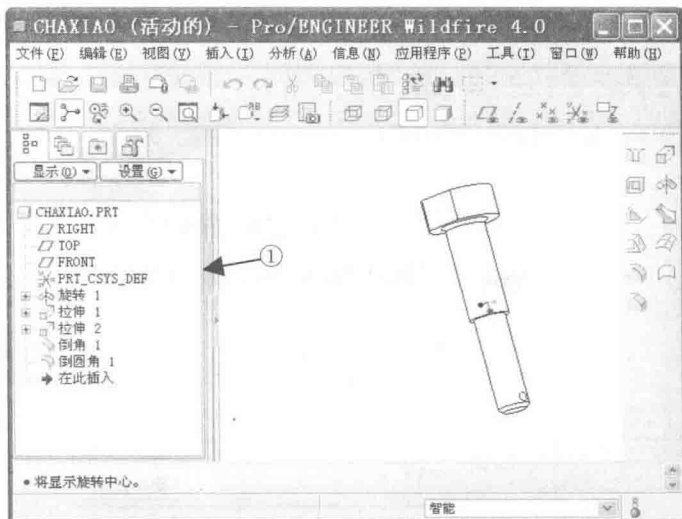

图 1.8 隐藏浏览器窗口
如图 1.8 所示，①单击浏览器窗口上的“门把手”，即可将该窗口隐藏。